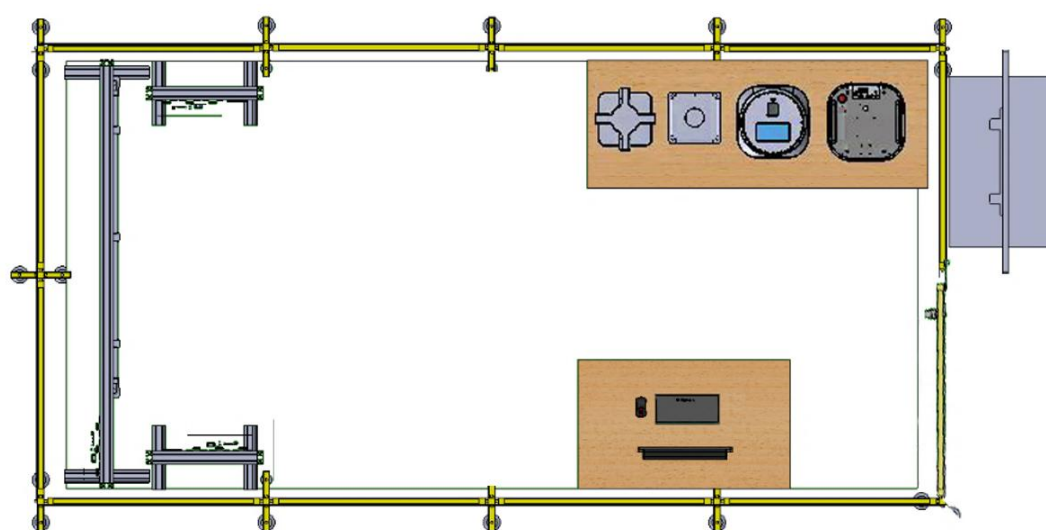

图 1 服务机器人应用平台结构布局图
12. 竞赛平台结构布局如图 1 所示。
1. 要求选手在裁判评判时，展示保存在指定路径下的地图文件。地图应与图 1 所示场景大致相同。